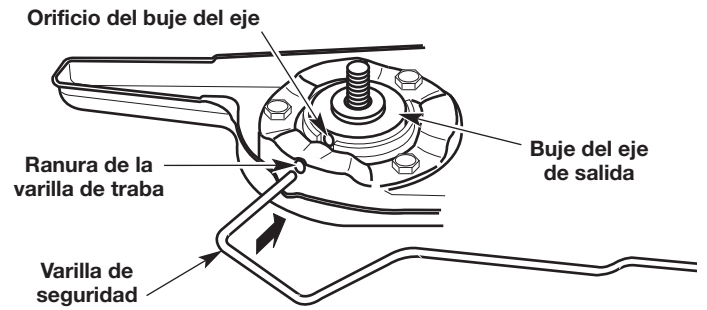
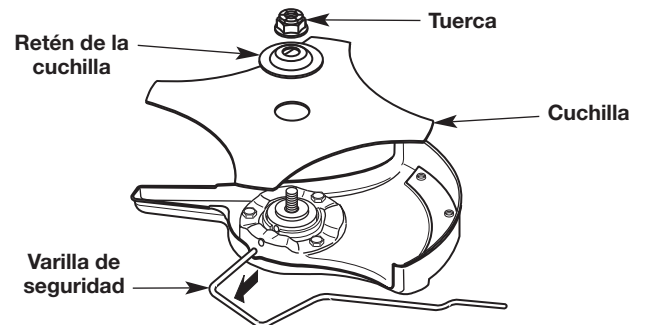
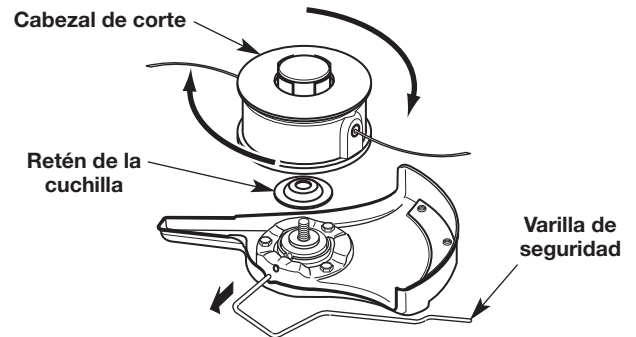

Fig. 10
Fig. 12
Fig. 15
1. Rote la cuchilla (Fig. 12) hasta que el orificio del casquillo del eje se alinee con la ranura de la varilla de seguridad (Fig. 10).
2. Inserte la varilla de seguridad a través de la ranura de la varilla de seguridad y dentro del orificio del casquillo del eje (Fig. 10).
5. Quite la varilla de seguridad (Fig. 12).
6. Retire la retención de la cuchilla y la cuchilla (Fig. 12).
1. Rote el casquillo del eje de salida hasta que el orificio del casquillo del eje se alinee con la ranura de la varilla de seguridad (Fig. 10).
2. Rote el cabezal de corte (Fig. 15) hasta que el orificio del casquillo del eje se alinee con la ranura de la varilla de seguridad (Fig. 10).
3. Inserte la varilla de seguridad a través de la ranura de la varilla de seguridad y dentro del orificio del casquillo del eje (Fig. 10).
5. Mientras sostiene la varilla de seguridad en su lugar, desatornille el cabezal de corte girándolo en el sentido de las agujas del reloj (Fig. 15).
6. Quite la varilla de seguridad (Fig. 15).
7. Extraiga la retención de la cuchilla (Fig. 15).